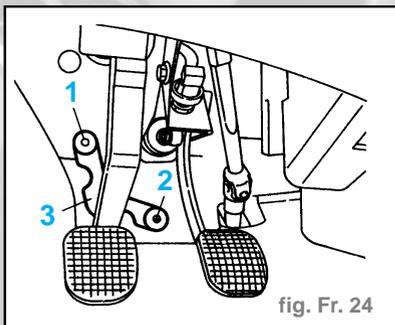

fig. Fr. 24
- Enlever les boutons de fixation (1) et (2) de la plaque d'insonorisation (fig. Fr. 24).